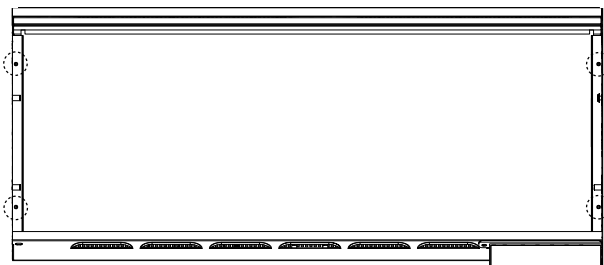

FIG. 1
3. Retirez les supports du panneau en plastique en enlevant les vis (FIG. 1 et 2).